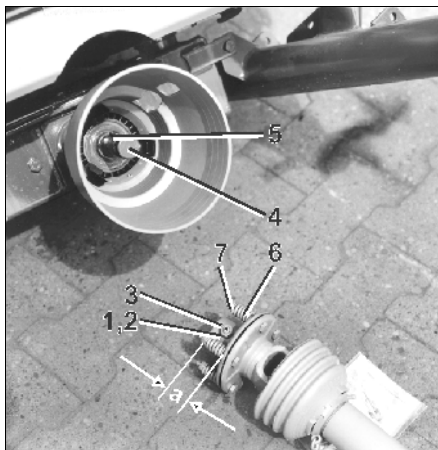

Fig. 77
Hvis man ofte skal skifte sikringsbolten mellem gafflen og flangen på indgangsakslens f.eks. ved traktorer med hydr. pto. aksel, anbefales Walterscheid- kardanakslens med friktionskobling (Fig. 77).
- Kontramøtrikken (Fig. 77/1) i friktionskoblingens tilslutningsgaffel løsnes (indtil gevindstiften ikke mere rager ud over kontramøtrikken, gevindstiften (Fig. 77/2) med indvendig sekskant skrues ud og det kontrolleres, om tilslutningsgafflen let at monteres på indgangsakslens.
- Tilslutningsgaflen indfedtes (Fig. 77/3) og stikkes på indgangsakslen (Fig. 77/4).
Sørg for at kilen (Fig. 77/5) bliver fuldstændigt dækket til!
- Specialkardanakslen sikres mod aksial forskydning, hertil skal gevindstiften spændes fast med en indvendig sekskantnøgle og der låses med kontramøtrikken (Fig. 77/1).
- Kontramøtrikken (Fig. 77/1 i friktionskoblingens tilslutningsgaffel løsnes. Gevindstiften (Fig. 77/2) skrues du.
2. Fjedrene (Fig. 77/6) aflastes ved at løsne møtrikkerne (Fig. 77/7) Koblingen drejes igennem med hånden, herved løsnes skorpedannelserne, som er opstået p.g.a. rust eller fugtighed, sig mellem friktionsfladerne.